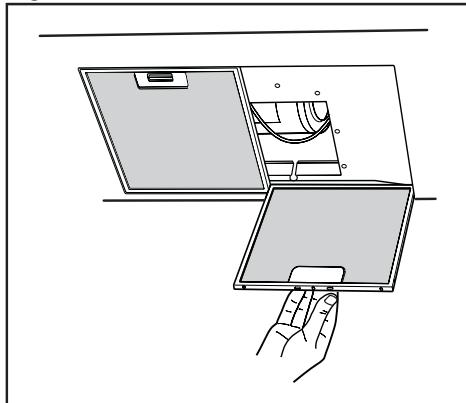

Fig.8
- La distance minimum entre la surface de support des récipients de cuisson sur le dispositif de cuisson et la partie la plus basse de la hotte pour cuisine doit être de 65 cm au moins (Fig.5). S'il doit être utilisé un tuyau de connection composé de deux ou plusieurs parties, la partie supérieure doit être à l'extérieur de celle inférieure. Ne pas relier le tuyau d'échappement de la hotte à un conduit dans lequel circule de l'air chaud ou employé pour évacuer les fumées des appareils alimentés par une énergie différente de celle électrique. En vue d'une manœuvrabilité de l'appareil plus facile, avant d'exécuter les opérations de montage, déconnecter le filtre/les filtres anti-graisse (Fig.8).